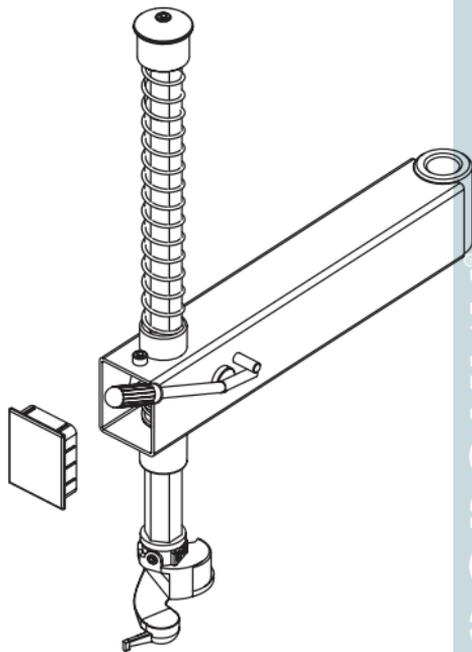

Рисунок 8 - Место регулировки зажима штанги монтажной головки
6. Если блокировка не фиксирует штангу, либо насадка не поднимается хотя бы на 1/8" над ободом колеса, что необходимо для работы, отрегулируйте гайки как показано на (рис. 8).